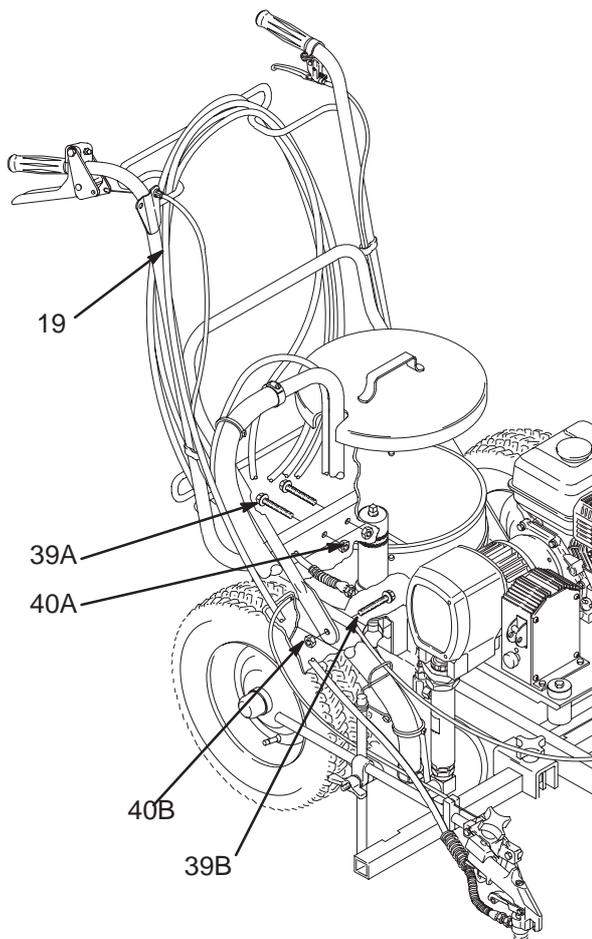

Fig. 1
2. Desempacar el Trassar 8. Levantar cuidadosamente la empuñadura (19) hasta una posición vertical. Existen cuatro tornillos (39) y tuercas de bloqueo (40) en una bolsa. Instalar los dos tornillos traseros (39A) y ajustar las tuercas manualmente (40A). Instalar un tornillo (39B) y una tuerca (40B) a cada lado de la empuñadura. Aprestar firmemente las cuatro tuercas. Véase la Fig.1.